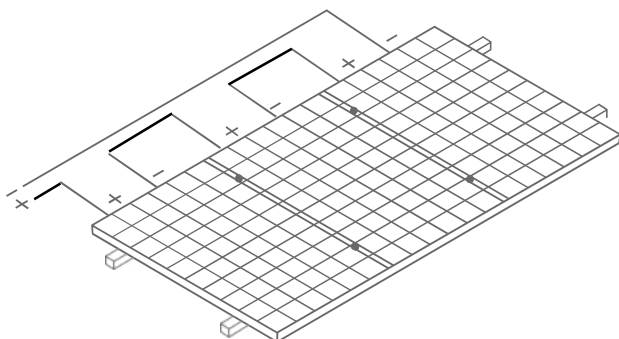

图 5 串联方式
- 不要在同一太阳能光伏系统中使用不同型号的组件。当组件串联在一起时，每串的输出电压不能超过系统最大电压（串联方式如下图 5）。组件最大串联数参考公式： $\text{组件最大系统电压} / (1.25 * \text{开路电压})$ ，具体请参考该国家或地区或当地的规范。